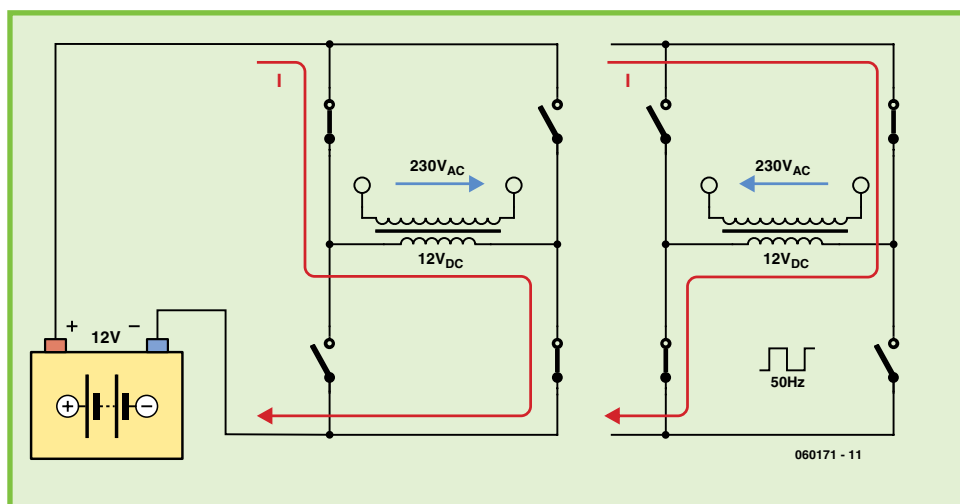

Figura 1.
El principio de conversión directa que se muestra en la Figura 1 conmuta una baja tensión de alimentación continua (DC), por medio de un bobinado de baja tensión de un transformador de red estándar. La configuración de conmutación lleva la corriente alterna en una direc-